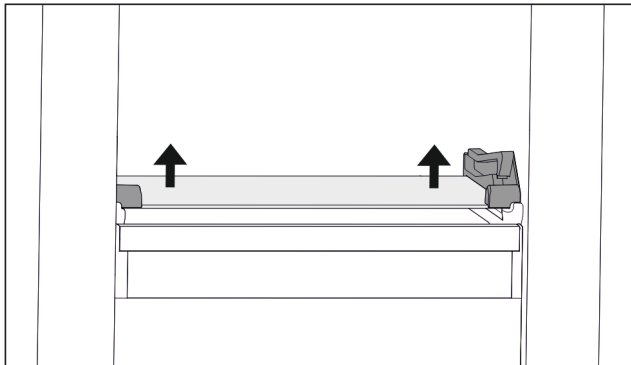

Fig. 131 Стъклена плоча на наклонящото се чекмедже
- ▶ Натиснете стъклената плоча от долу нагоре от двете страни. (виж Fig. 131)